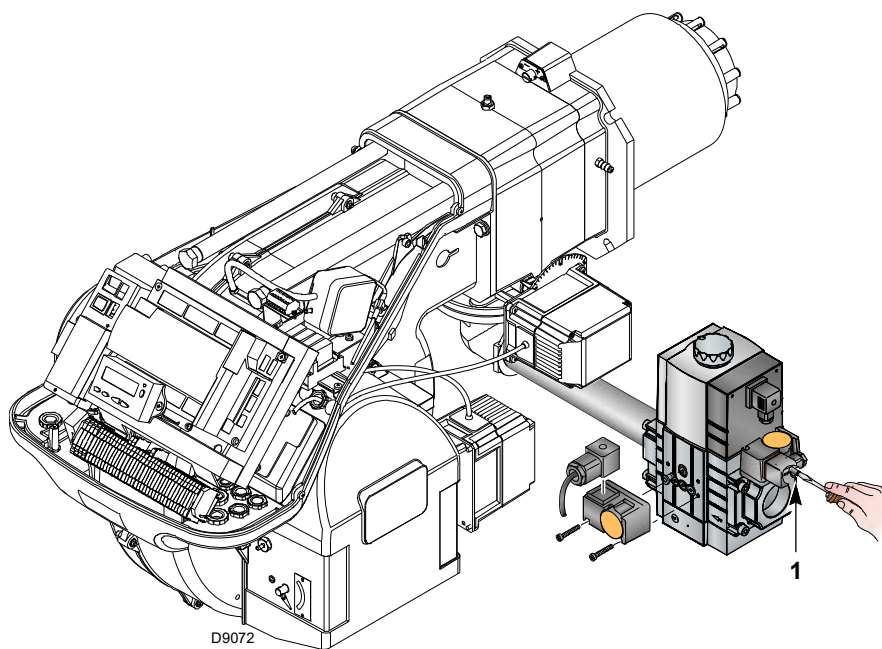

Fig. 29
- Contrôler la pression d'alimentation du gaz en raccordant un manomètre sur la prise de pression 1)(Fig. 29) du pressostat gaz minimum: elle doit être inférieure à la pression maximale admise pour la rampe gaz qui est indiquée sur la plaque des caractéristiques.
- Purger les tubes de la rampe gaz de l'air, en raccordant un tube en plastique sur la prise de pression 1)(Fig. 29) du pressostat gaz minimum. Porter le tube de purge à l'extérieur de l'édifice jusqu'à sentir l'odeur du gaz.